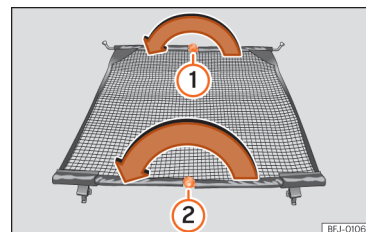

Рис. 203 Складання розділової сітки.
- Тиснувши кнопку фіксатора >>> **рис. 203** ①, складіть поперечину в напрямку стрілки.
- Тиснувши кнопку фіксатора >>> **рис. 203** ②, складіть поперечину в напрямку стрілки.